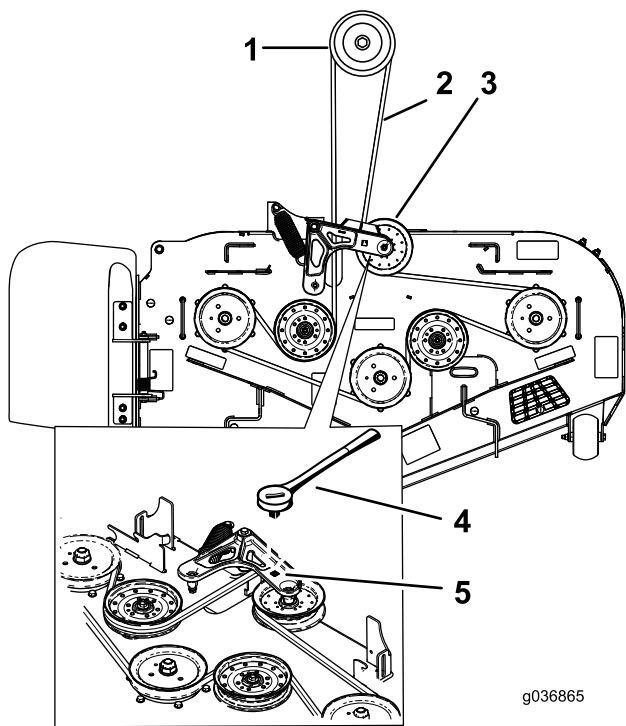

Figure 94
5. Détachez le ressort de la poulie de tension à ressort. Voir Figure 93 ou Figure 94.
Remarque: Pour les tabliers de coupe des tondeuses série 2500, insérez un rochet dans le trou carré du bras de tension pour détendre le ressort de la poulie de tension (Figure 94).
7. Acheminez la courroie neuve autour des poulies du tablier de coupe et de la poulie d'embrayage, sous le moteur (Figure 92 ou Figure 94).
8. Montez le ressort de la poulie de tension (Figure 92 ou Figure 94).